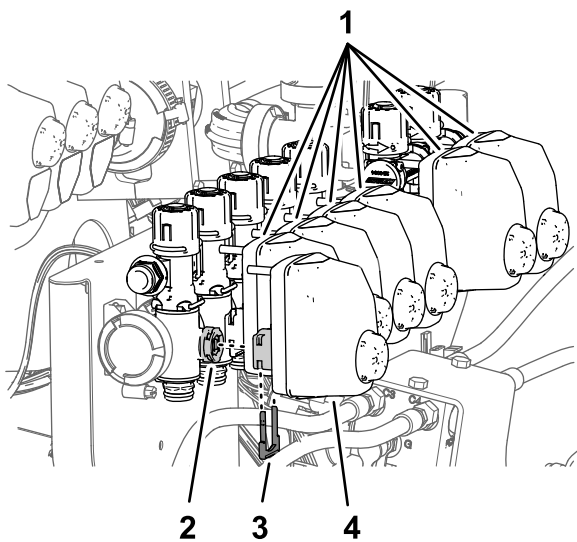

Figura 99
1. Retire os retentores que prendem os atuadores das válvulas das válvulas dos bicos 1 a 7 (Figura 99).
- Retire os atuadores da válvula das válvulas dos bicos 1 a 7 (Figura 99).
- Monte os três acionadores de válvula nas válvulas do bico 1 a 7 (Figura 99) com os retentores que retirou no passo 1.